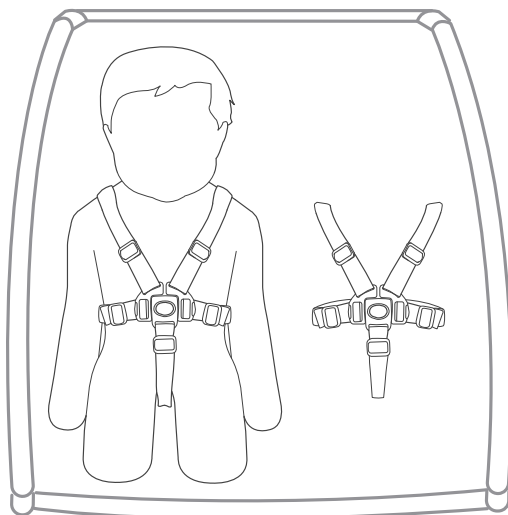

Figure 14
2. When using double trailer with one child, always seat the child on the right side position (Figure 14).
2. Wird nur ein Kind in einem zweisitzigen Anhänger transportiert, muss das Kind immer rechts sitzen (Abbildung 14).
2. Pour le transport d'un seul enfant dans une remorque double, placez ce dernier toujours sur la partie droite (Figure 14).